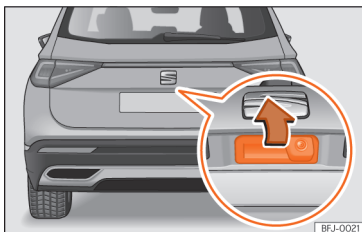

Рис. 76 Кришка багажника: відкривання ззовні.
- **Відкрити:** легко натисніть на ручку. Багажник відкривається автоматично >>> **рис. 76.**